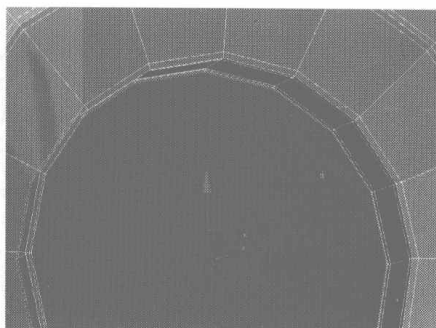
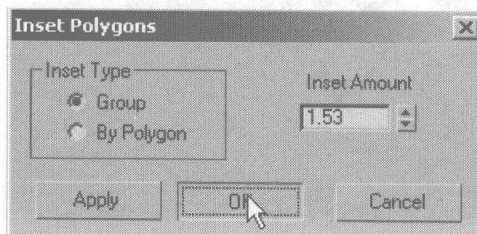

图 4.133
图 4.134
- 14** 选择摄像头中心的面，将其适当缩放、移动，如图 4.133 所示，然后在 Edit Polygons 卷展栏中单击 **Inset** 右侧的小按钮，在弹出的对话框中设置插入面的参数，如图 4.134 所示，然后再将插入的内侧面沿 Z 轴向内移动，如图 4.135 所示，调整出摄像头的镜头。